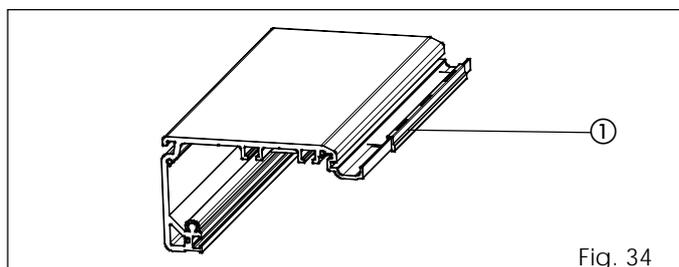

Fig. 34
- Monter sur le bord externe du profilé de support 3 entretoises (fig. 34 réf ①), en les positionnant aux extrémités et au centre.